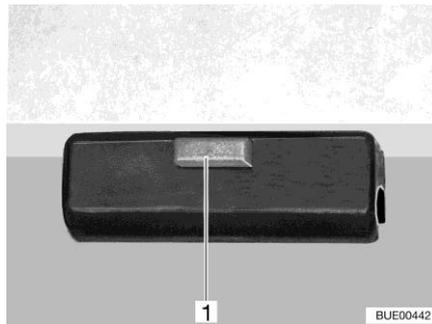

Bild 127 Verriegelung
- Verriegelung (Bild 127,1) an der Tischplatte lösen.